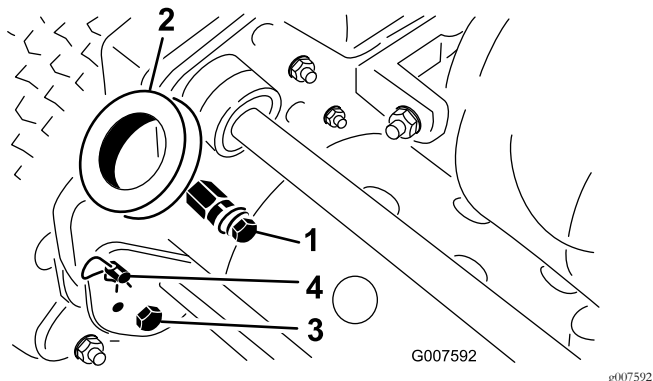

图2
- 卸下将手柄臂底部固定到机器两侧的螺栓、锁紧螺母和垫圈图2。
- 卸下将手柄臂固定到机架后部的发卡销和环形销图2。
- 将手柄端穿过手柄臂上的孔并将孔与安装销对齐图2。
- 从机器两侧的环形销上卸下发卡销图2。
- 撑住手柄的同时取下两侧的发卡销然后将手柄抬起或放低到所需的操作位置图2。